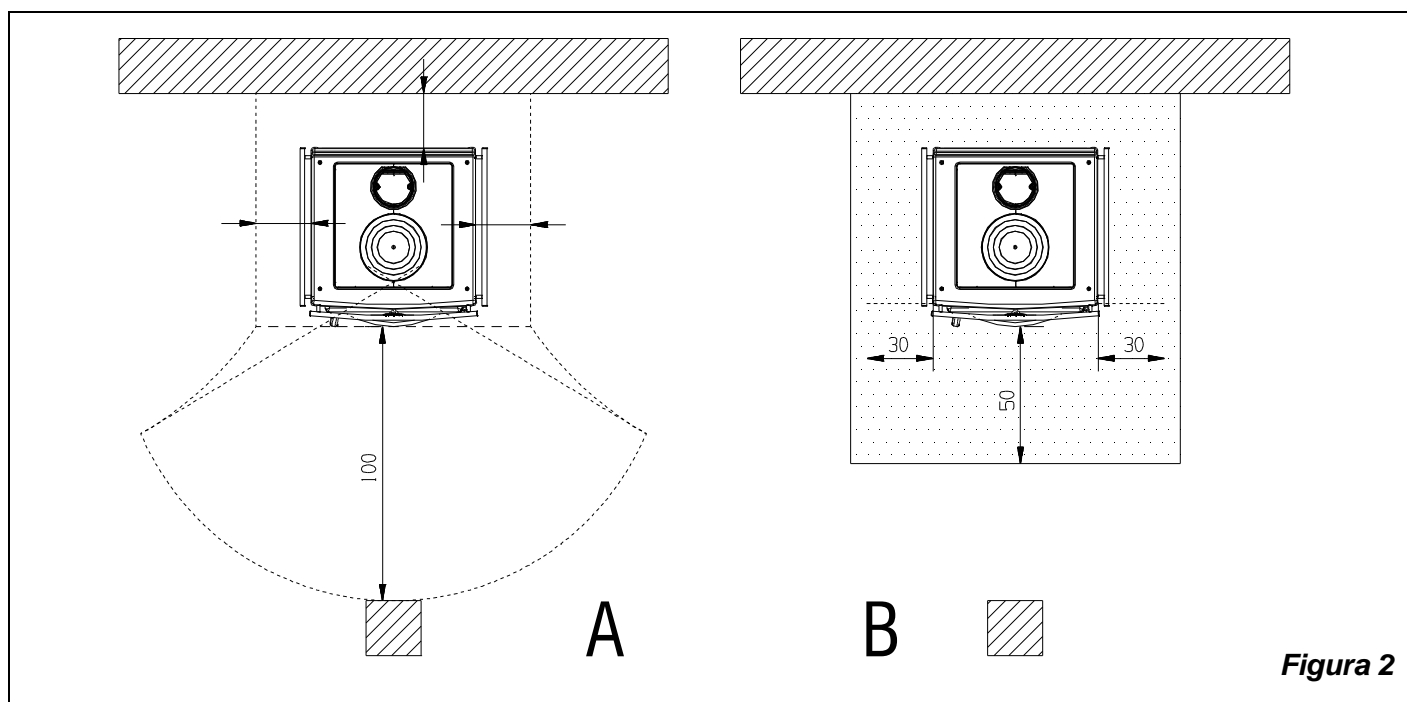

Figura 2
- Al fine di assicurare un sufficiente isolamento termico, rispettare la distanza minima di sicurezza dal retro e da entrambi i lati da elementi costruttivi ed oggetti infiammabili e sensibili al calore (mobili, rivestimenti di legno, stoffe ecc.) (Figura 2 pos.A). **Tutte le distanze minime di sicurezza sono indicate sulla targhetta tecnica del prodotto e NON si deve scendere al di sotto dei valori indicati.**
- qualora il prodotto venga installato su un pavimento di materiale infiammabile, bisogna prevedere un sottofondo ignifugo. **I pavimenti in materiale infiammabile**, come moquette, parquet o sughero etc., **devono essere sostituiti** da uno strato di materiale non infiammabile, ad esempio ceramica, pietra, vetro o acciaio etc. (dimensioni secondo l'ordinamento regionale). Il sottofondo deve sporgere frontalmente di almeno **50 cm** e lateralmente di almeno **30 cm** oltre all'apertura della porta di carico (Figura 2 pos.B).